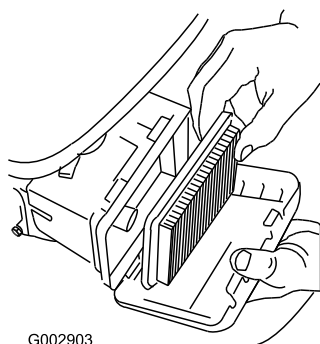

Figura 25
3. Rimuovete il filtro (Figura 25).